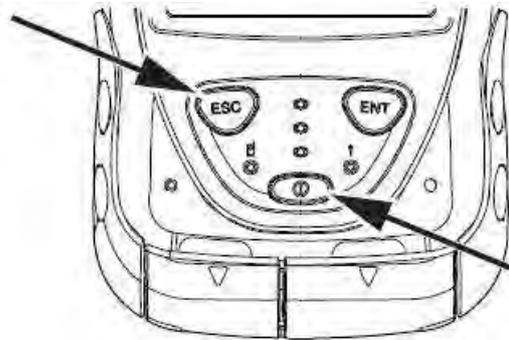

Рис. 7-3. Загрузка операционной системы
Для загрузки операционной системы(Рис. 7-3.):
2. Одновременно нажмите и удерживайте в нажатом положении в течение не менее двух секунд следующие три кнопки: ENT, ESC и кнопку перезагрузки программного обеспечения (см. рис. 7-3). GRS-1 выключится.